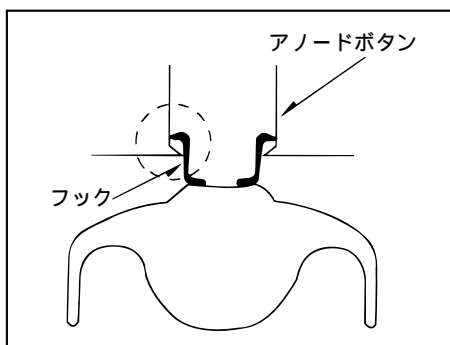

Fig. 3-7
(7) さらにFig 3-7の様にフックの反対側のフックを、アノードボタンに掛ける。